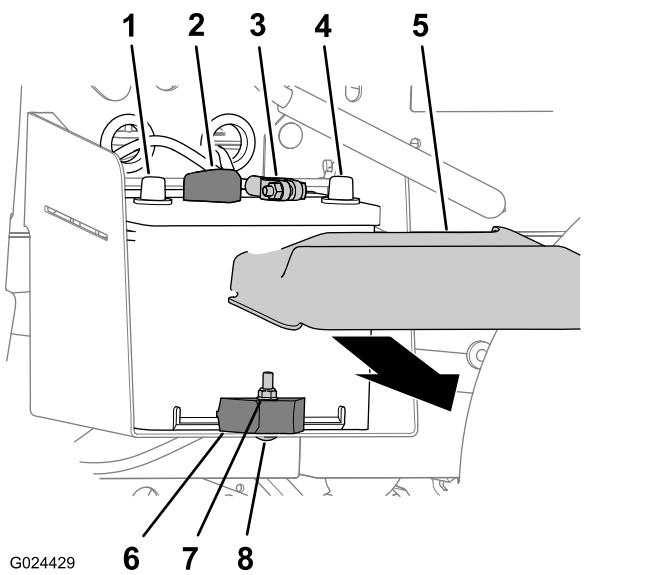

Figura 47
1. Schiacciate i lati del coperchio della batteria e rimuovete il coperchio dalla parte superiore della batteria stessa (Figura 47).
2. Scollegate il cavo negativo della batteria dal relativo morsetto (Figura 47).
3. Scollegate il cavo positivo della batteria dal relativo morsetto (Figura 47).
3. Togliete la batteria dal relativo vassoio (Figura 47).
1. Montate la batteria sul relativo vassoio della macchina (Figura 47).
- Nota:** Accertate che i poli positivi e negativi della batteria siano allineati come mostrato in Figura 47.
2. Fissate la batteria al relativo vassoio con morsetto, bullone a testa tonda e dado di bloccaggio (Figura 47).
1. Collegate il cavo positivo della batteria al relativo morsetto (Figura 47).
2. Collegate il cavo negativo della batteria al relativo morsetto (Figura 47).
3. Montate il coperchio della batteria sulla parte superiore della batteria stessa (Figura 47).
2. Eliminate dado di bloccaggio, bullone a testa tonda e morsetto della batteria che fissa la batteria al relativo vassoio (Figura 47).